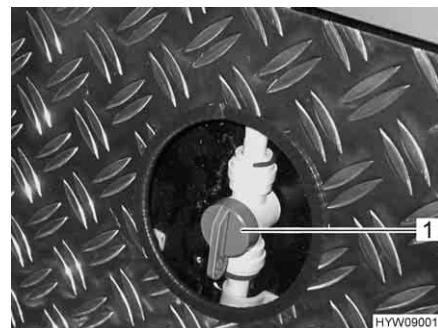

Fig. 144 Valvola di mandata (riscaldamento garage di coda)
- Collegare la maniglia (Fig. 144,1) sulla valvola di mandata per il riscaldamento garage di coda in posizione parallela rispetto alla tubatura del riscaldamento. Il riscaldamento garage di coda sarà al massimo.
- Collocare la maniglia (Fig. 144,1) sulla valvola di mandata per il riscaldamento garage di coda nella posizione desiderata. In questo modo la distribuzione dell'acqua calda verso il garage di coda può essere regolata in modo continuo.
- Collocare la maniglia (Fig. 144,1) sulla valvola di mandata per il riscaldamento garage di coda trasversalmente rispetto alla tubatura del riscaldamento. Il riscaldamento garage di coda viene quindi spento.